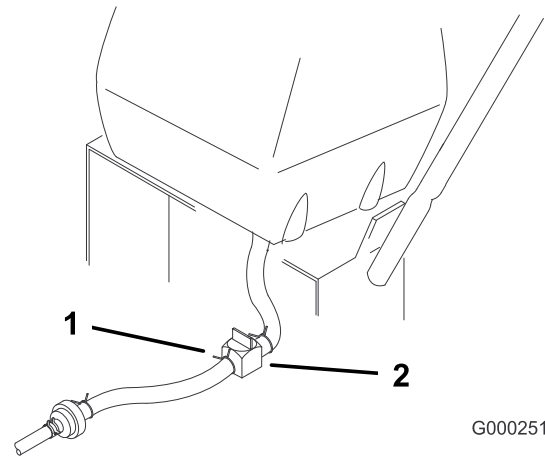

Bild 31
2. Schließen Sie den Kraftstoffhahn am Kraftstofftank (Bild 31).
3. Drücken Sie die Enden der Schlauchklemme zusammen und schieben Sie sie an der Kraftstoffleitung entlang, vom Kraftstofffilter weg (Bild 31).
4. Ziehen Sie die Kraftstoffleitung vom Kraftstofffilter (Bild 31). Öffnen Sie den Kraftstoffhahn und lassen Sie den Kraftstoff in einen Benzinkanister oder eine Auffangwanne ablaufen.
3. Schliessen Sie den Kraftstoffhahn am Kraftstofftank (Bild 31).
7. Öffnen Sie den Kraftstoffhahn am Kraftstofftank (Bild 31).